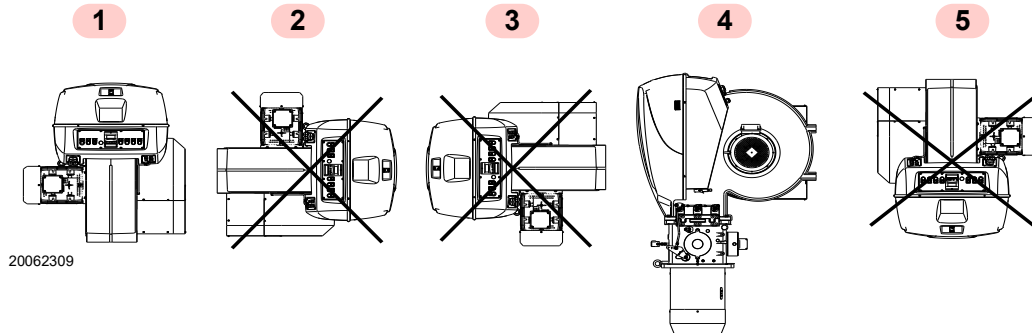

Abb. 9
- Der Brenner kann ausschließlich in den Stellungen **1** und **4** Abb. 9 betrieben werden.